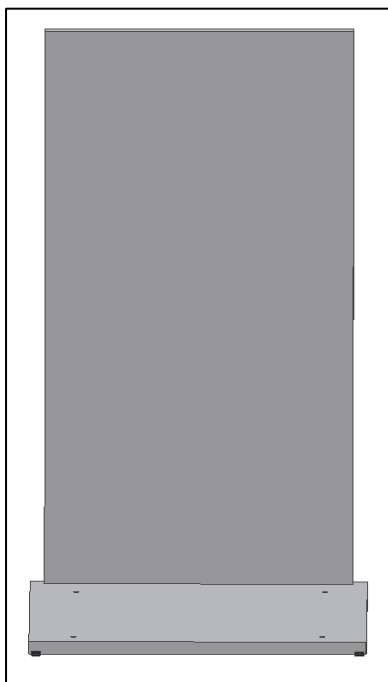

Fig. 3
- Inserire il **pannello del retro** sul pannello del fondo e fissare (Fig.3).